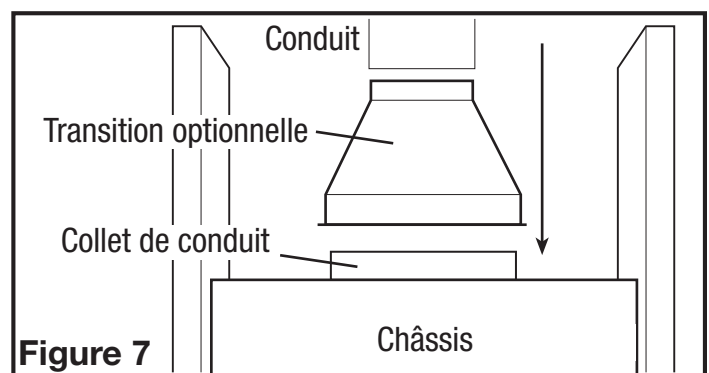

Figure 7
- Connectez le conduit au collet de conduit du ventilateur (Figure 7). Fixez en place avec du ruban adhésif. Canalisez toujours le ventilateur à l'extérieur par le mur ou un évent de toiture. Il est recommandé d'utiliser des raccords de terminaison à faible restriction.